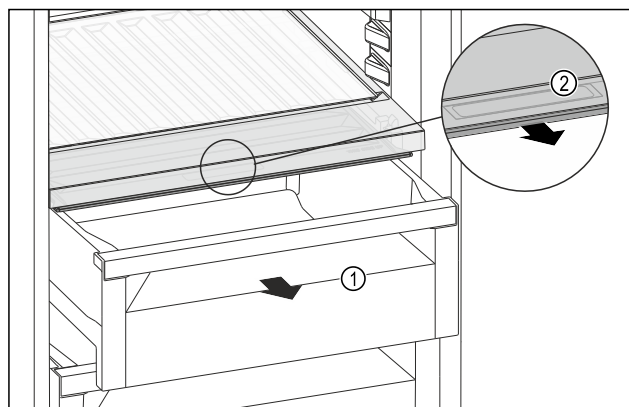

Fig. 148
- Tërhiqni jashtë sirtarin Fig. 148 (1).
- Kapni dorezën e futur Fig. 148 (2) në kapakun e ndarjes dhe në të njëjtën kohë tërhiqni përpara kapakun e ndarjes.